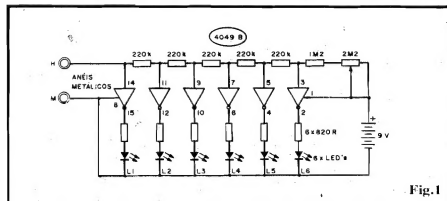

Fig.1
- FIG. 1 - O CIRCUITO - Toda a medição de Resistência entre os contatos/sensores (anéis "H" e "M", para o Homem e a Mulher...) é feita por um único Integrado da "família" digital C.MOS, código 4049B... Este contém 6 gates simples inversores que, no caso, não são usados bem "digitalmente", mas como interpretadores de "degraus" de Tensão numa escala analógica, ou seja: como comparadores em "degraus"... Os tais "degraus" de Tensão são previamente determinados por uma "fila" de resistores de 220K, de modo que a entrada (pinos 14-11-9-7-5-3) de cada gate receba um determinado e fixo percentual da "voltagem" aplicada sobre toda a fila... Na extremidade positiva dessa fila de resistores de referência, um resistor fixo de 1M2 e um potenciômetro de 2M2 permitem ajustar dentro da faixa ampla e confortável, a sensibilidade geral do conjunto... Observem, agora, que a "Re-